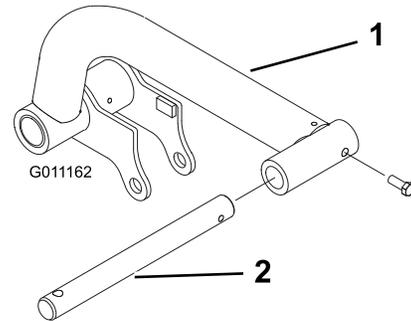

Figure 14
- Insérez une tige de pivot dans chaque bras de relevage et alignez les trous de fixation (Figure 14).